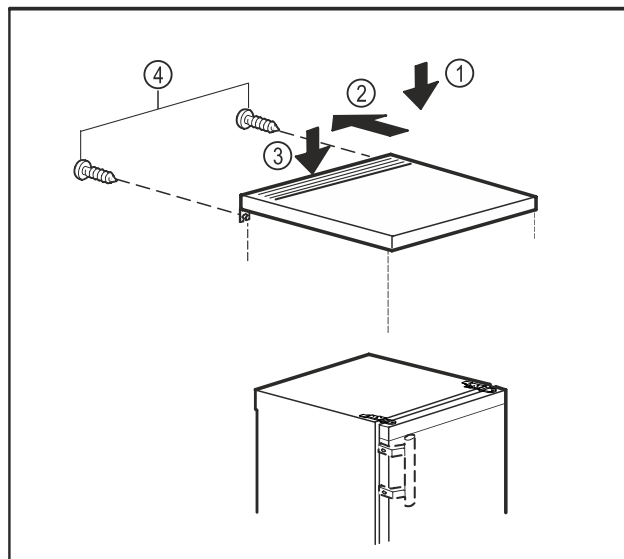

Fig. 11
- Uzlieciet galda plātni uz ierīces. Fig. 11 (1)
- Pabīdiet galda plātni uz aizmuguri. Fig. 11 (2)
- Spiediet galda plātni aizmugurē uz leju. Fig. 11 (3)
- Pieskrūvējiet skrūves aizmugurē. Fig. 11 (4)